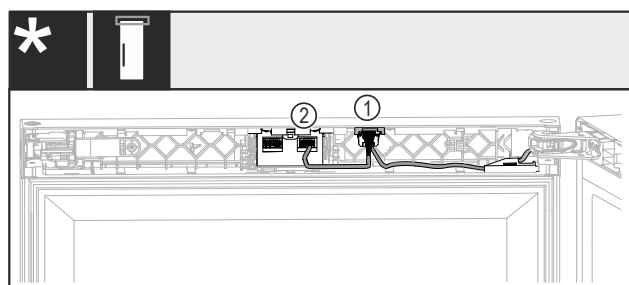

Fig. 46 Fără încuietoare sau cu încuietoare mecanică*
- Inserați fișa cu cele două cabluri Fig. 46 (1) în ghidaj.*
- Fixați în poziție fișa cu un cablu Fig. 46 (2) în locașul din dreapta.*